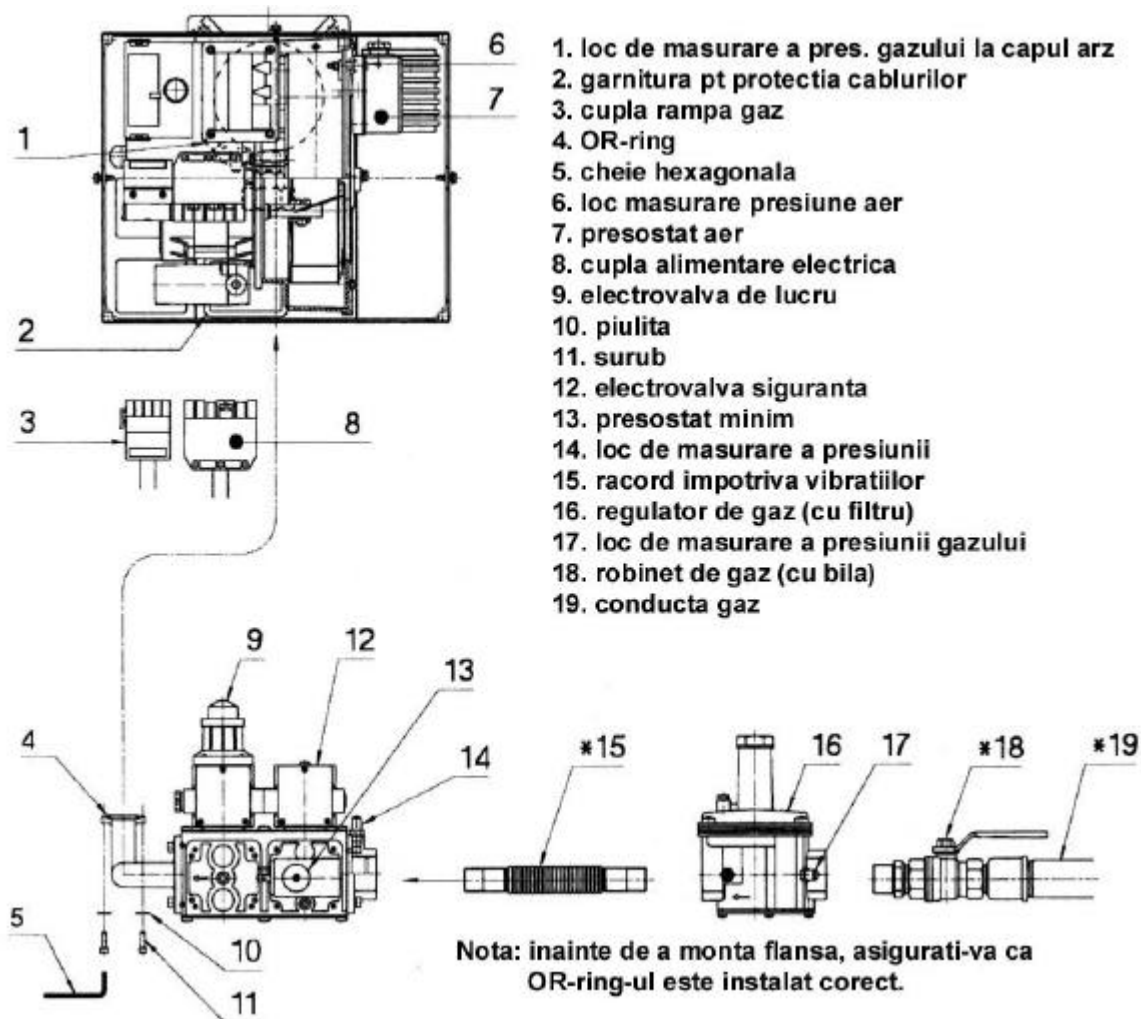

Fig. 2
3. Se conecteaza rampa la retea de gaz conform schemei din fig. 2